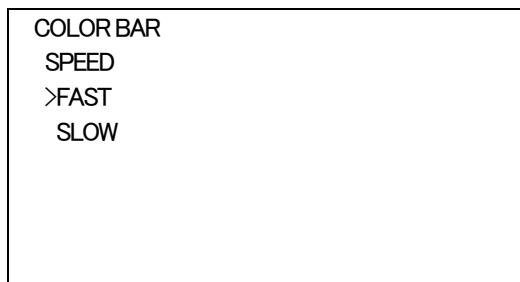

図4-6 オンスクリーンメニュー(SPEED例)
1) カラーバーメニューで「SPEED」を選択し、**ENTER** ボタンを押すと図4-6のような設定メニューが表示されます。